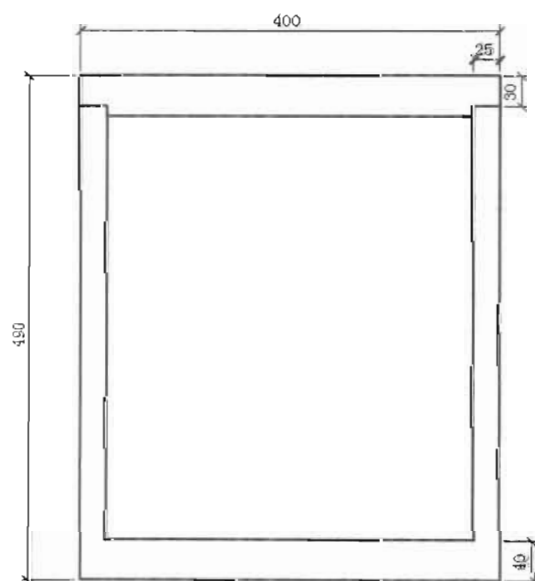

图 4-188
(5) 单击“修改”工具栏中的“修剪”按钮, 剪掉多余线段, 如图 4-188 所示。